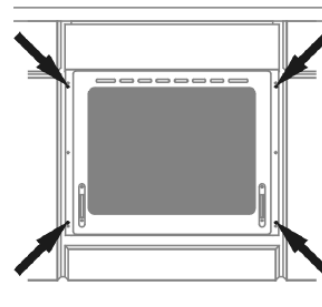

Bild 11 Ugn
- Skjut in ugnen helt i skåpet. Säkra i denna position med fyra skruvar på ställena som visas på skissen i bild 11.
- Lossa alla 4 fästsruvar Bild 11.